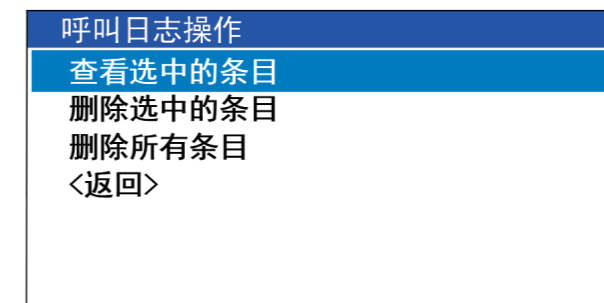

图6.5.2
- c:旋转【CHANNEL】频道旋钮选择要操作的呼叫，按【ENT】键打开呼叫日志操作对话框，如图6.5.2所示。